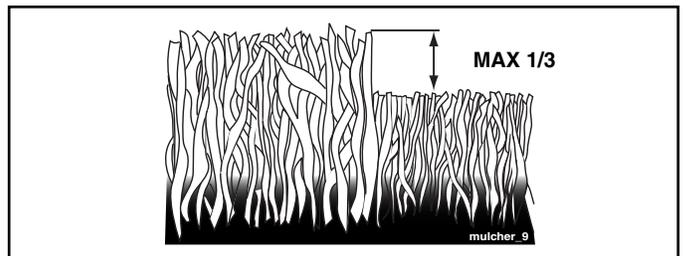

FIG. 12
- Pour les meilleurs résultats, ajustez la hauteur de coupe de tondeuse afin que la tondeuse coupe seulement le tiers du haut de l'herbe (Voir la Fig. 12). Pour les conditions de broyer de l'herbe très difficiles, réduisez votre largeur de la coupe sur chaque passage et tondez lentement.